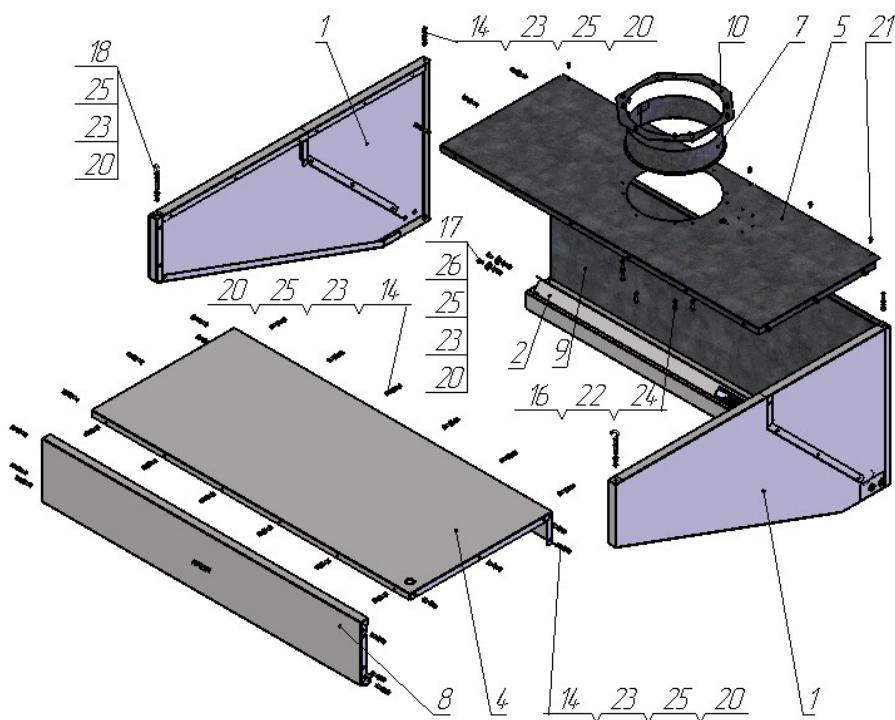

Рис. 1
3.5.2. На два крючка поз. 18 (Рис. 1) навернуть гайки поз. 20 (Рис. 1) на расстояние ~ 30 мм от конца стержня. Взять боковину поз. 1 (Рис. 1) и вставить крючок с гайкой отверстие, закрепить комплектом крепежа поз. 25, поз. 23, поз. 20 (Рис. 1). Аналогично установить крючок на второй боковине.
3.5.3. Для зонтов: ЗВН-2/700(900)/1200(1600)(2000), ЗВН-2/900)/1000 соединить крышку поз. 4 (Рис. 1) с крышкой задней поз. 5 (Рис. 1), закрепить комплектом крепежа поз. 14, поз. 25, поз. 23, поз. 20 (Рис. 1). Крышки в сборе соединить с панелью поз. 8 (Рис. 1) и закрепить крепежом поз. 14, поз. 25, поз. 23, поз. 20 (Рис. 1).
3.5.5. К стенке задней поз. 9 (Рис. 1) присоединить две боковины поз. 1 (Рис. 1), закрепить комплектом крепежа поз. 14, поз. 25, поз. 23, поз. 20 (Рис. 1). Крепёж не затягивать. Вставить жиросборник поз. 2 (Рис. 1) между боковинами, как показано на Рис. 1, и закрепить крепежом поз. 17, поз. 26, поз. 25, поз. 23, поз. 20 (Рис. 1) с обеих сторон. Крепёж не затягивать. Панель в сборе установить на собранный каркас соединить с боковинами поз. 1 (Рис. 1) и закрепить комплектом крепежа поз. 14, поз. 25, поз. 23, поз. 20 (Рис. 1). Крепление к стенке задней поз. 9 (Рис. 1) произвести крепежом поз. 21 (Рис. 1). Затянуть весь крепёж.
3.5.6. Для зонтов: ЗВН-2/700(900)/1200(1600)(2000), ЗВН-2/900)/1000 установить каркас зонта в вертикальное положение (на одну из боковин). Фиксатор поз. 10 (Рис. 1) надеть на патрубок выходной поз. 7 (Рис. 1) и соединить с каркасом зонта комплектом крепежа поз. 16, поз. 22, поз. 24 (Рис. 1).